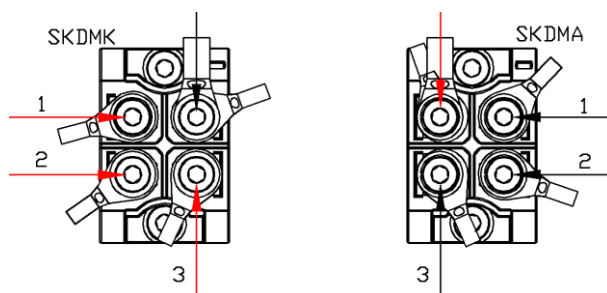

Figura 6.3: Posición de las puntas para conducción de los módulos de diodos.
2. Utilizando un ohmímetro, medir la resistencia de cada diodo según la Figura 6.3. Cable positivo (rojo) en el ánodo y cable común (negro) en el cátodo para medir en el sentido de conducción.